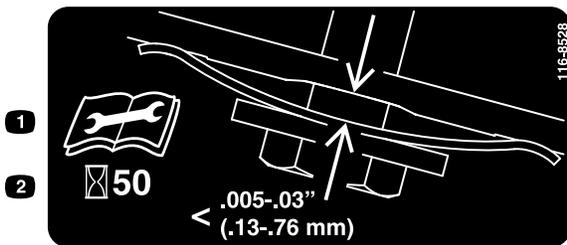

Figura 35
4. Sujete una galga ajustada a entre 0,13 y 0,76 mm contra el tabique y deslícela hacia abajo por detrás del muelle tensor de la correa; consulte Figura 35.